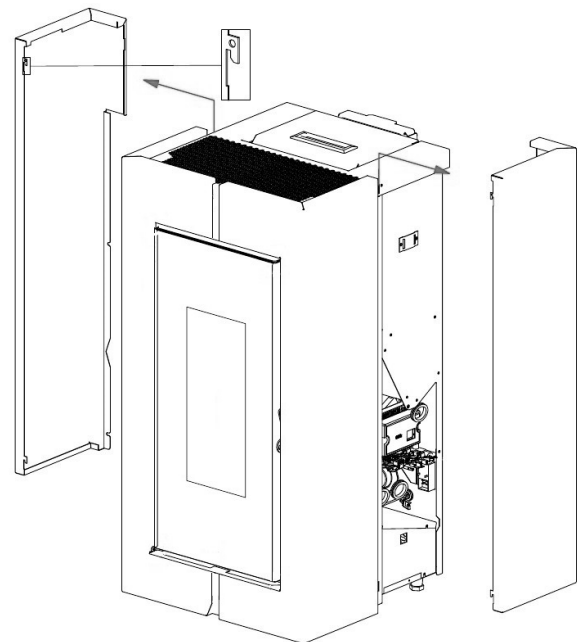

Fig. 53 - Tag siderne af
- Tag de bagerste sider af (se **Fig. 53**).